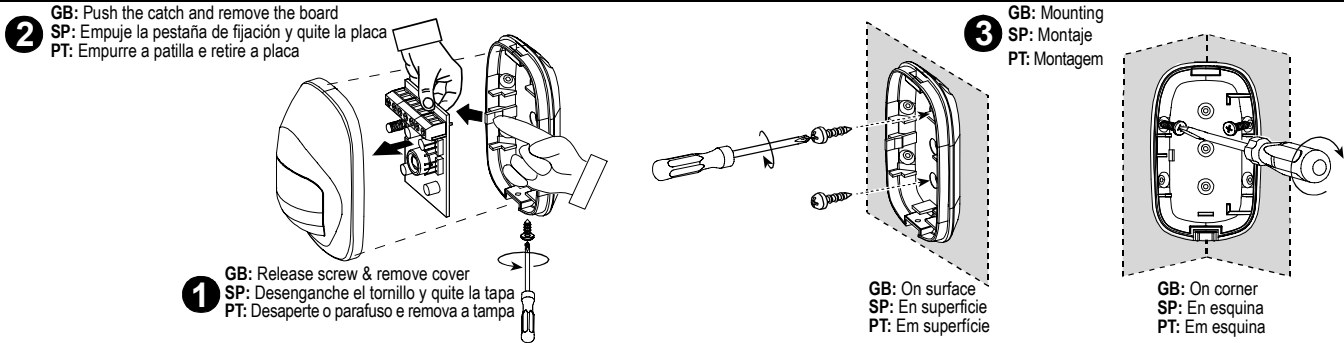

Fig. 4 - Mounting / Montaje / Montagem
1. Montaje - vea fig. 4.
1. Montagem - veja fig. 4.